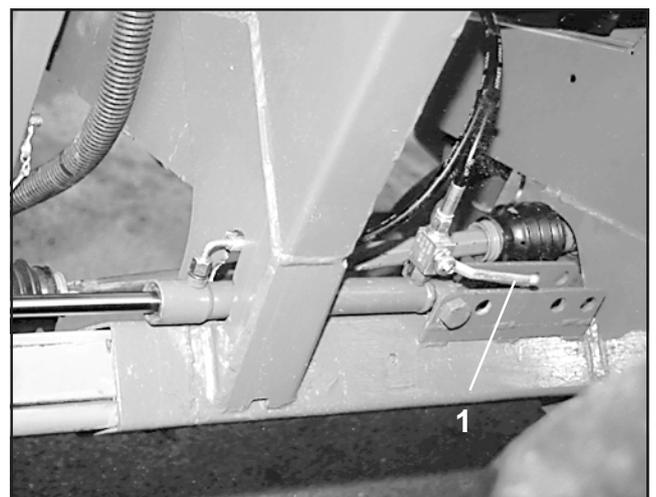

Fig. 6.7
- Den Blockhahn (6.7/1) der hydraulischen Spurweiten-Verstellung zur Transportsicherung gemäß Fig. 6.7 schließen.